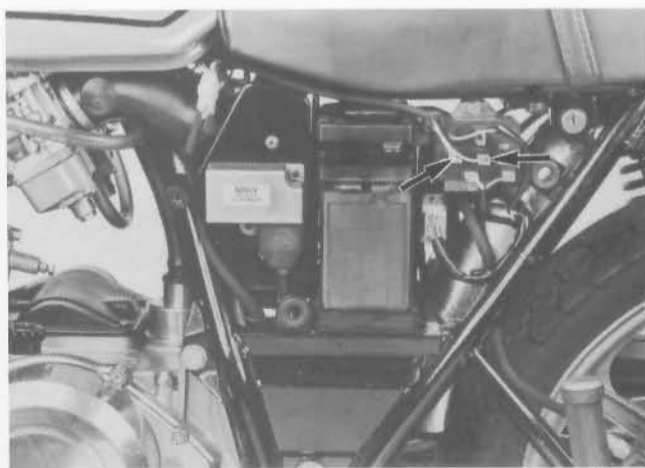

Fig. 161
- 1) I due fili giallo e giallo-nero provenienti dal generatore vanno collegati ai terminali contrassegnati  $\infty$  del raddrizzatore senza distinzione (Fig. 161).
- 1) The two wires yellow and black-yellow coming out from the generator, should be connected to the rectifier terminals marked  $\infty$ , without distinction between them (Fig. 161).